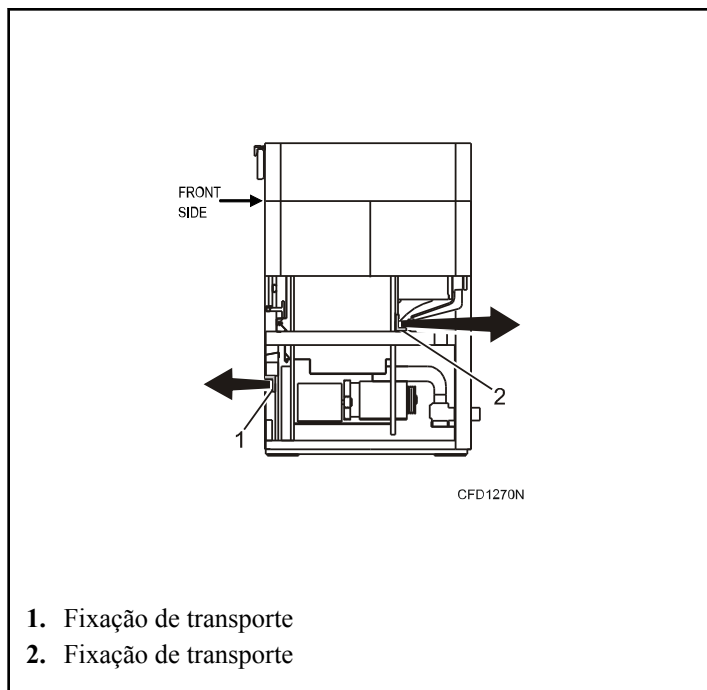

Figura 30
2. Uma fixação encontra-se na parte da frente da máquina e fica acessível após a remoção da tampa inferior dianteira; consulte *Figura 30*.